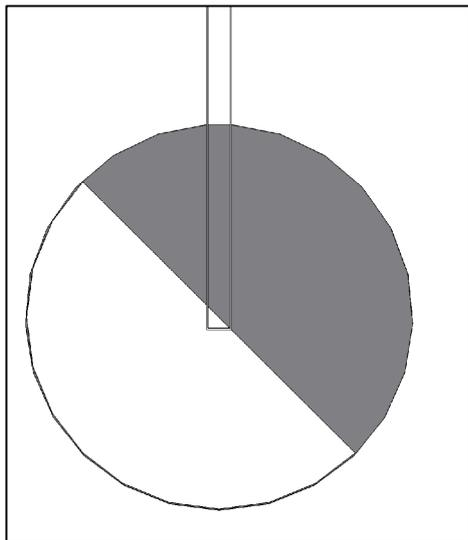

Abbildung 8
In der Schwadseite des Kreisels, dort wo das Futter abgelegt wird, wird mehr Gut transportiert als in den restlichen Bereichen (durch die Fahrtbewegung und die Kreiselrotation erfolgt eine verlangsamte Rechbewegung in der Ablageseite). Der erhöhte Guttransport wird durch die Neigung der Kreisel nach unten in den jeweiligen dunkel angedeuteten Sektoren gewährleistet (Abbildung 8). Die Absenkung erfolgt durch Verstellung der Radachsen. Diese können eingestellt werden, indem die Räder des Quadrofahrwerkes mehr nach oben (Kreisel tiefer) oder nach unten (Kreisel höher) in den Langlöchern verschoben werden. (9)